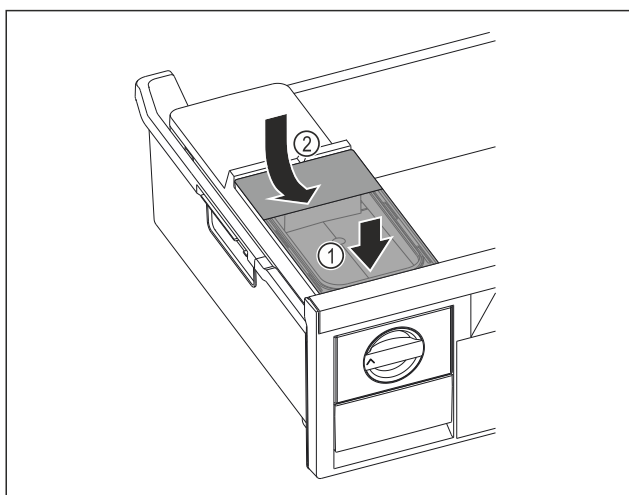

Fig. 124
- Placera vattenbehållaren framtill. Fig. 124 (1)
- Sänk ned vattenbehållarens baksida. Fig. 124 (2)